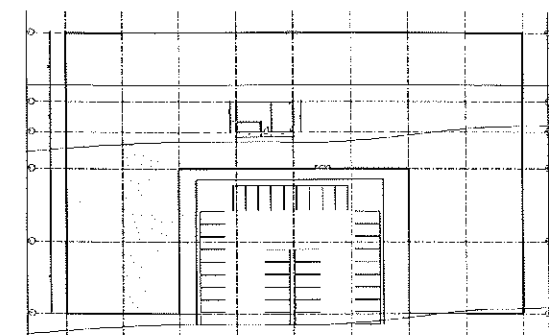

Figura A.53 – Poligonal do piso.
2. Na vista do pavimento **Térreo** vamos inserir um piso. Selecione **Piso > Piso: arquitetura** na aba **Arquitetura** e clique em **Editar tipo** para criar um piso. Duplique e dê o nome **piso mármore** com espessura 0.05 e material mármore travertino. Em seguida, no modo **Croqui**, com a opção **Selecionar paredes**, clique nas paredes, desenhe a poligonal do piso e encerre com **Concluir**; não esqueça que ela deve ser totalmente fechada, como mostra a Figura A.53.